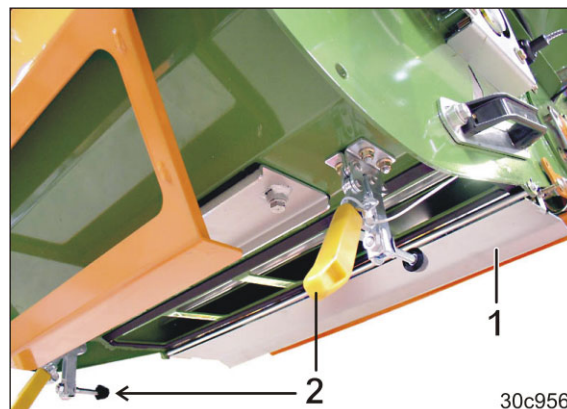

Рис. 284
2. Откройте клапан высевной коробки (Рис. 284/1).
Клапан фиксируется быстрозажимными приспособлениями (Рис. 284/2).